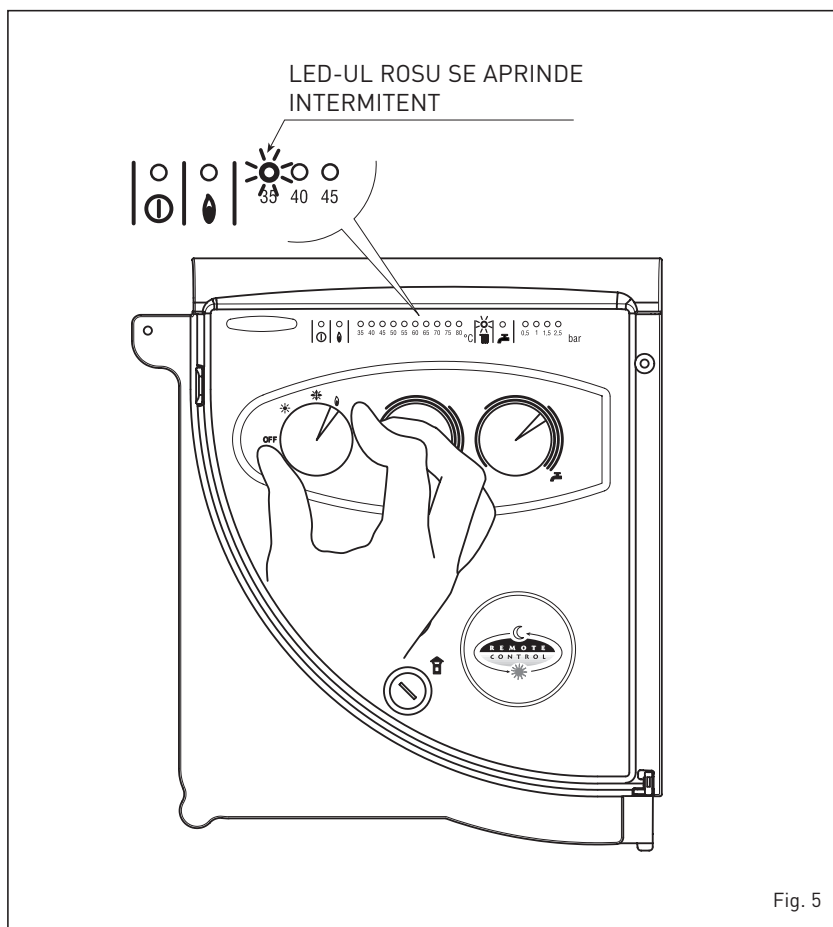

Fig. 5
- **Interventia termostatlui de siguranta** (fig. 5)